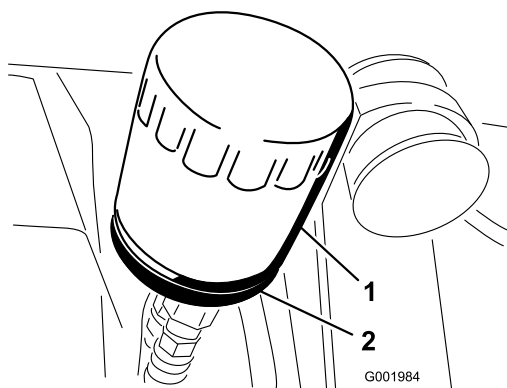

Figura 48
2. Retire o filtro do óleo (Figura 48).
do relógio até que a junta de borracha toque no adaptador do filtro e, em seguida, aperte o filtro mais 1/2 volta (Figura 48).